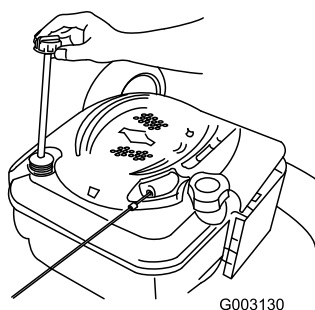

Figura 42
2. Togliete l'asta di livello (Figura 42).